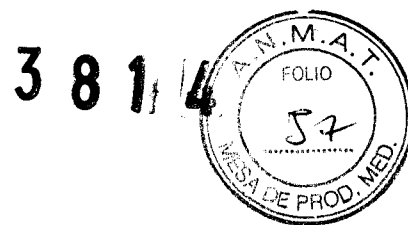

Figura 57.
1. Presione el botón **Open Door (Abrir puerta)** en la pantalla táctil (figura 57). En las unidades con puerta doble, presione el botón **Open Unload Door (Abrir puerta de descarga)**.